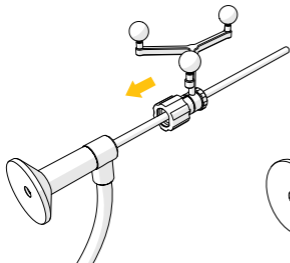

Figure 3
3. Faire glisser le tracker sur l'endoscope et fixer le tracker à l'aide de la fermeture à baïonnette. Voir les *Figures 3 et 4*.